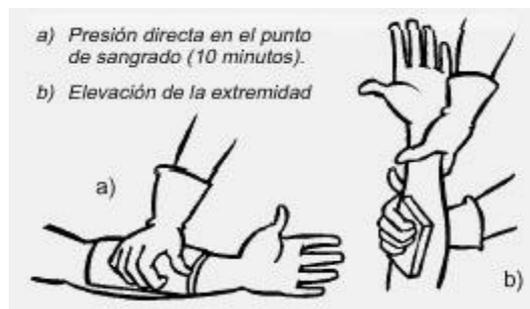

Figura 4: hemorragia en extremidad
- Haciendo uso de un apósito limpio, efectuar una **compresión directa** en el punto de sangrado durante al menos 10 minutos. Si la hemorragia afecta a una extremidad, mantenerla elevada por encima del corazón de la persona accidentada (Figura 4). Si se logra detener el fluido de sangre, vendar la herida con una gasa estéril.